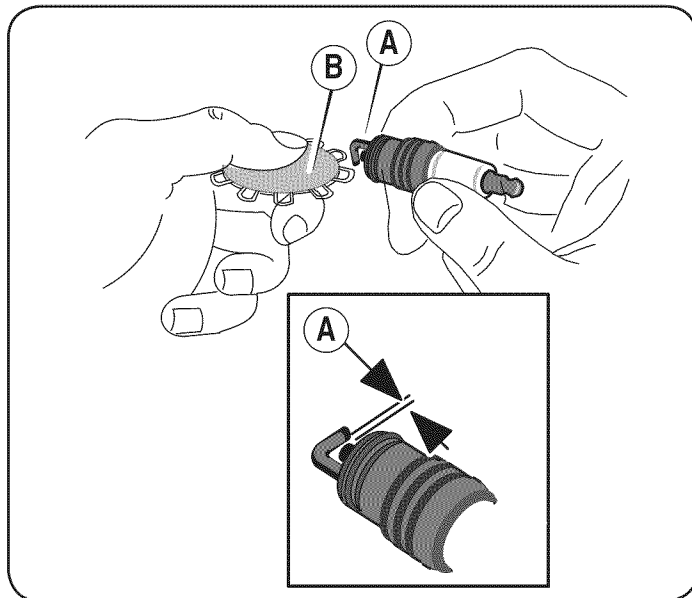

Figura 11
3. Compruebe el entrehierro (A) con un calibre de alambre (B). La separación correcta es 0,030 in. (0,76 mm). Vea la Figura 11. Si es necesario, reajuste el entrehierro.